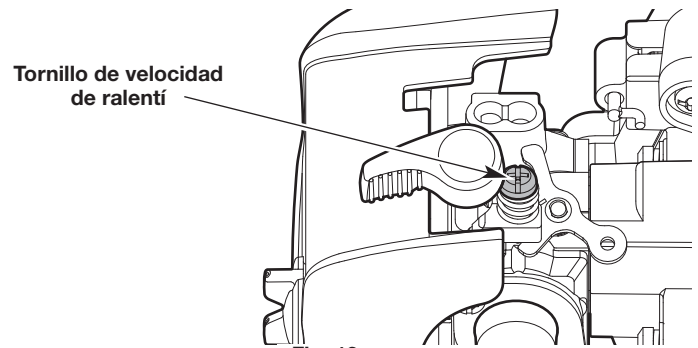

Fig. 13
- Si el motor se para, aumente la velocidad de ralentí. Use un destornillador Phillips pequeño para girar el tornillo de velocidad de ralentí en el sentido de las agujas del reloj, 1/8 de giro cada vez hasta que el motor funcione al ralentí de manera uniforme (Fig. 13).
- Si los dientes giran cuando el motor funciona al ralentí, reduzca la velocidad de ralentí. Gire el tornillo de velocidad de ralentí en el sentido contrario de las agujas del reloj, 1/8 de giro cada vez, hasta que los dientes se detengan (Fig. 13).